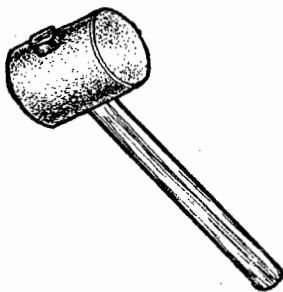

Рис. 24. Киянка.
**Киянка** (рис. 24) представляет собой молоток, полностью изготовленный из древесины твердых пород. Рекомендуется применять киянку при долблении стамеской. Большая площадь ударника полностью покрывает торец рукоятки стамески, что позволяет правильно распределить усилие металла и не расплющивает рукоятки.